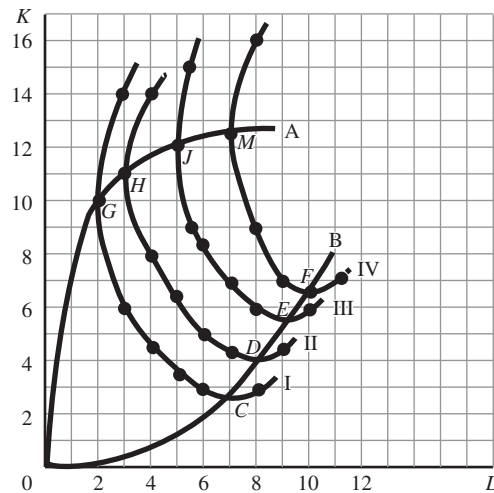

Figura 6-16
6.13 Explique a) por qué a la derecha de la línea de contorno OB en la figura 6-16 se encuentra la etapa III para el trabajo y b) por qué arriba de la línea de contorno OA en la misma figura se tiene la III para el capital.
6.14 a) Suponiendo que la figura 6-16 muestra rendimientos constantes a escala, defina las etapas de producción I, II y III para el trabajo y el capital. b) Explique por qué un movimiento descendente por una isocuanta (dentro de las líneas de contorno) implica que el PM_L está declinando.